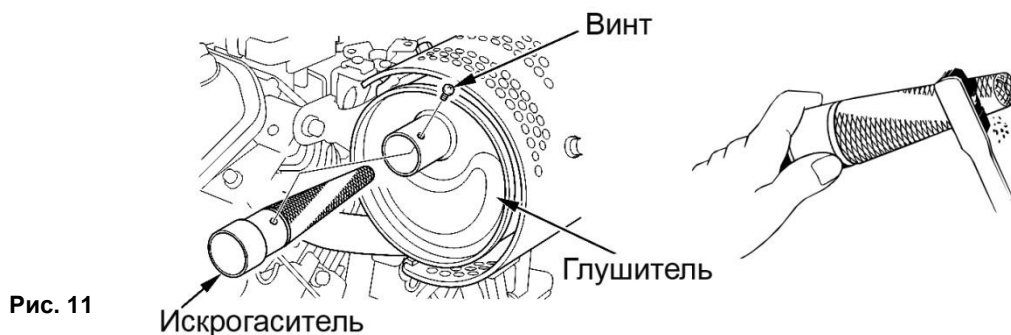

Рис. 11
- Выньте и прочистите сетку искрогасителя (См. Рис.11).